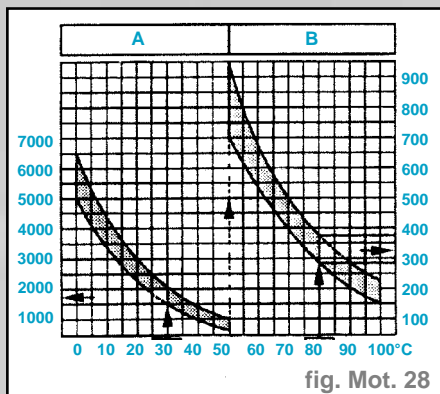

fig. Mot. 28
- Valeur de résistance pour le transmetteur de température (fig. Mot. 28)